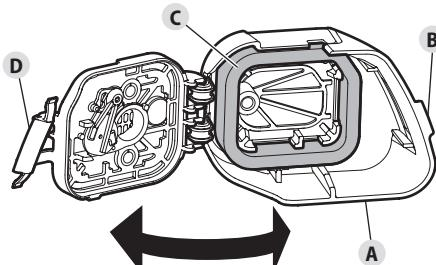

Fig. 19
1. Abra la cubierta del filtro de aire (Fig. 19-A): Enganche sus dedos detrás de la lengüeta de la tapa (Fig. 19-B). Para desatar la tapa del filtro de aire, jale hacia la izquierda y lejos del motor. Es posible que deba jalar firmemente. Gire la cubierta del filtro de aire hacia la derecha.
2. Extraiga el filtro de aire (Fig. 19-C) del interior de la cubierta del filtro de aire.
- Cierre la cubierta del filtro de aire: Gire la cubierta del filtro de aire hacia la izquierda y oprímala para cerrarla hasta que la lengüeta de fijación (Fig. 19-D) entra a presión en su lugar.